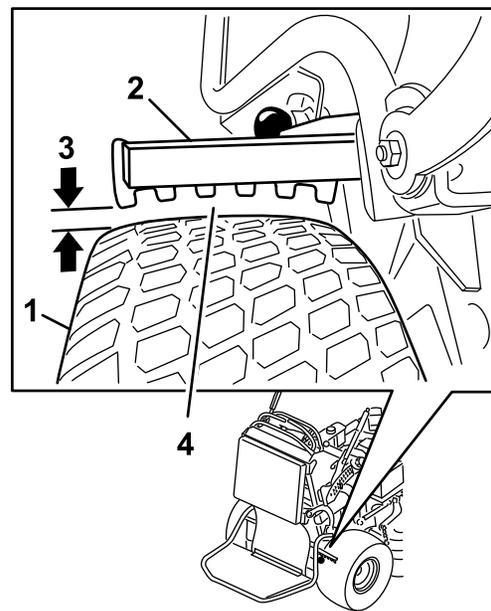

Bild 59
Abstand zwischen 3 mm und 6 mm liegt, siehe Bild 59); wenn der Abstand abweicht, siehe Einstellen der Bremsen \(Seite 47\).
5. Stellen Sie das Joch ein (Bild 59).